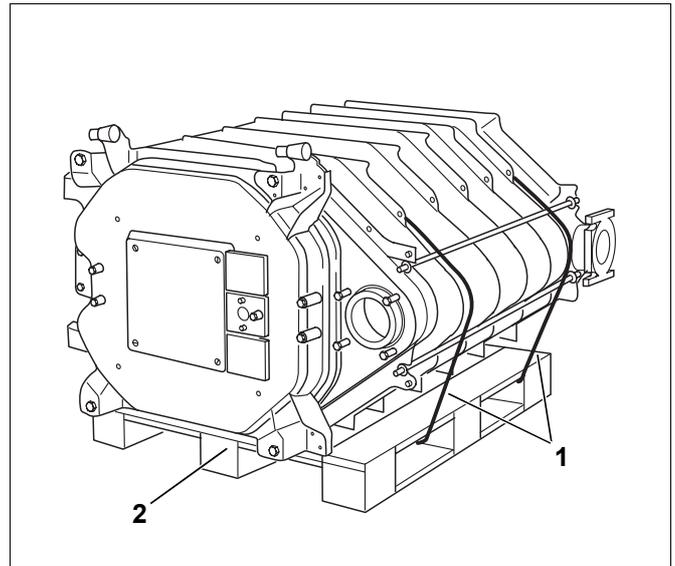

Bild 23 Kesselblock auf Palette
- ▶ Sicherungsbänder durchschneiden (Bild 23, **Pos. 1**).
- ▶ Palette vor dem Aufstellen entfernen (Bild 23, **Pos. 2**).